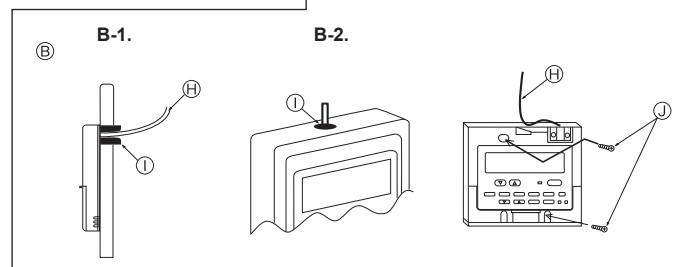

Fig. 5-6
① Perfil del control remoto
② Espacios necesarios alrededor del control remoto
③ Paso de instalación
(2) Selle la entrada del cable del control remoto con masilla para evitar que puedan entrar gotas de rocío, agua, cucarachas o gusanos. (Fig. 5-6)
④ Para instalarlo en la caja de interruptores:
⑤ Para instalarlo directamente en la pared, elija uno de los siguientes métodos: